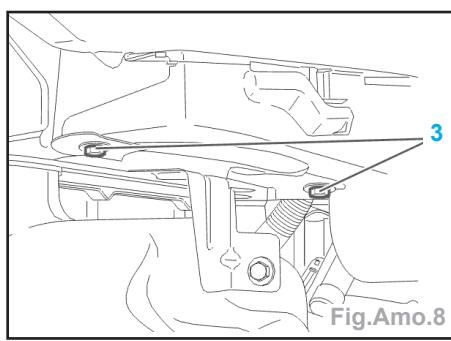

Fig.Amo.8
- les fixations inférieures (3) (Fig.Amo.8),